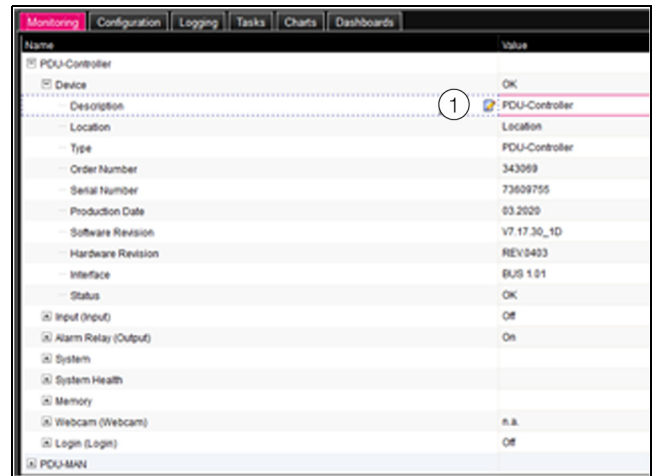

Imagen 44: Parámetro editable con el símbolo «Edit»
Todos los parámetros que pueden ser modificados van acompañados del símbolo «Edit» representado por una nota de papel con un lápiz, que aparece al situar el puntero del ratón sobre el parámetro (imagen 44, pos. 1).